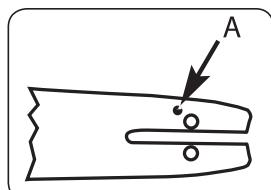

Fig. 3A
ATTENTION: Utilisez uniquement le guide-chaîne original avec l'orifice de lubrification (A) pour assurer la lubrification du guide-chaîne et de la chaîne (Fig. 3A).